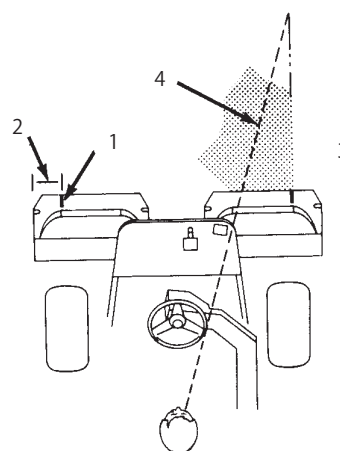

図24
2. その位置に白色テープか白ペンキで集草箱の縁と平行に目印を入れる（図24）。
3. 行きと帰りでのオーバーラップができるだけ小さくなるように運転します。隣の列との距離を一定に保って直進するには、本機の前方向約 6~10 ft. (1.8~3 m) を視野に捕らえておくのがポイントです (図24, 25)。ハンドルを目印にして距離を合わせても良いでしょう。その場合、ハンドルの縁と本機前方の目標ラインとを重ねて見ながら運転します (図24, 25)。